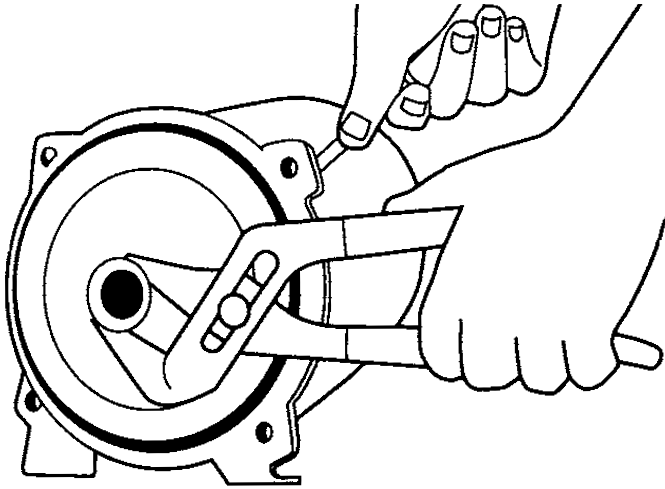

Figura 17 - Saque el Venturi
4. En los modelos de 1/2 HP, destornille el tubo venturi del impulsor. En los modelos de 3/4 y 1 HP, el tubo venturi está atornillado a la caja de la bomba (Figura 17.)